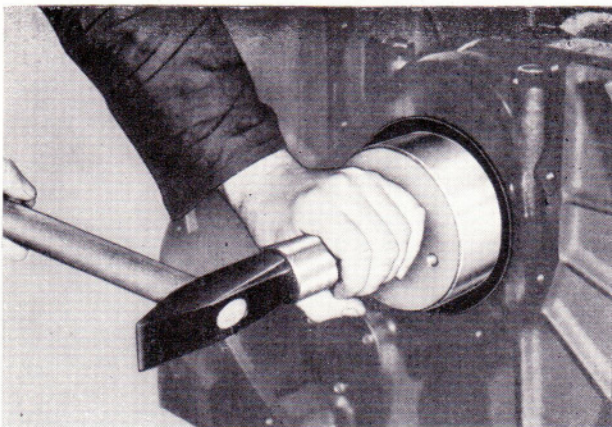

Bild 76
- Spritzring mit Schlagdorn 27 95450 008 aufziehen. Bei einem bereits im Schwungradflansch eingepaßten Zylinderstift den Schlagdorn mit Zentrierbohrung darübersetzen (Bild 76).